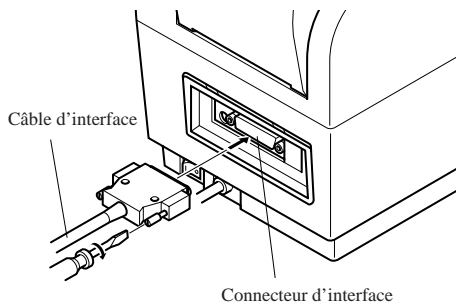

**Fig. 3-5**
- Fixer le plus grand des tores de ferrite sur le câble d'interface en procédant comme pour le tore de ferrite du câble d'interface parallèle. Dans le cas du tore de ferrite du câble de périphérique, mettre le câble en boucle comme illustré en Fig. 3-5.